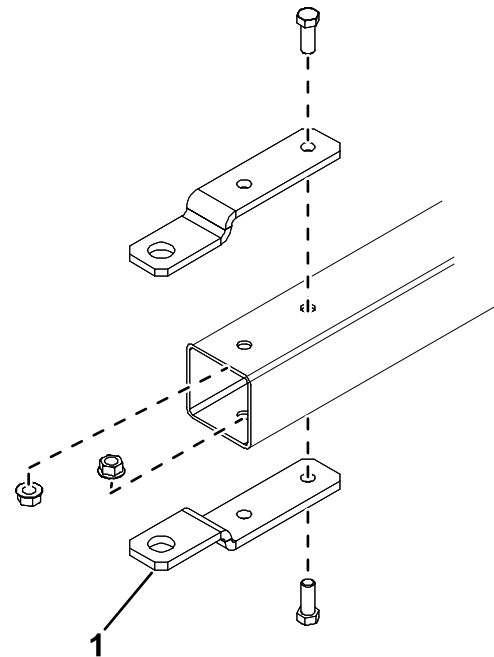

Figure 1
1. Retirez les boulons et les écrous qui fixent les barrettes d'attelage au timon de la remorque (Figure 1). Déposez les barrettes d'attelage.